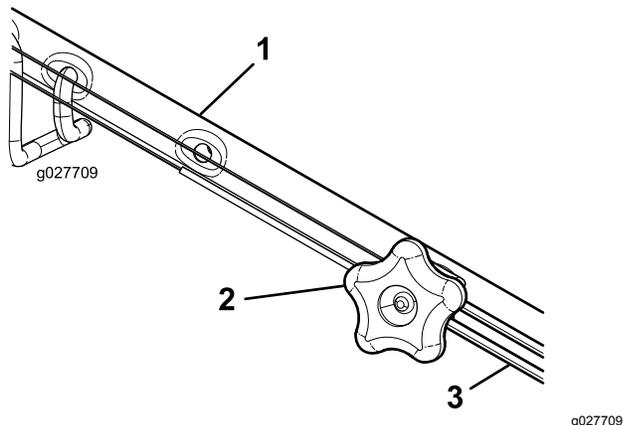

Figura 36
1. Gire el pomo de ajuste en sentido antihorario para aflojar el cable (Figura 36).
2. Ajuste la tensión del cable (Figura 36) tirando del mismo hacia atrás o empujándolo hacia adelante, y sujételo en esa posición.